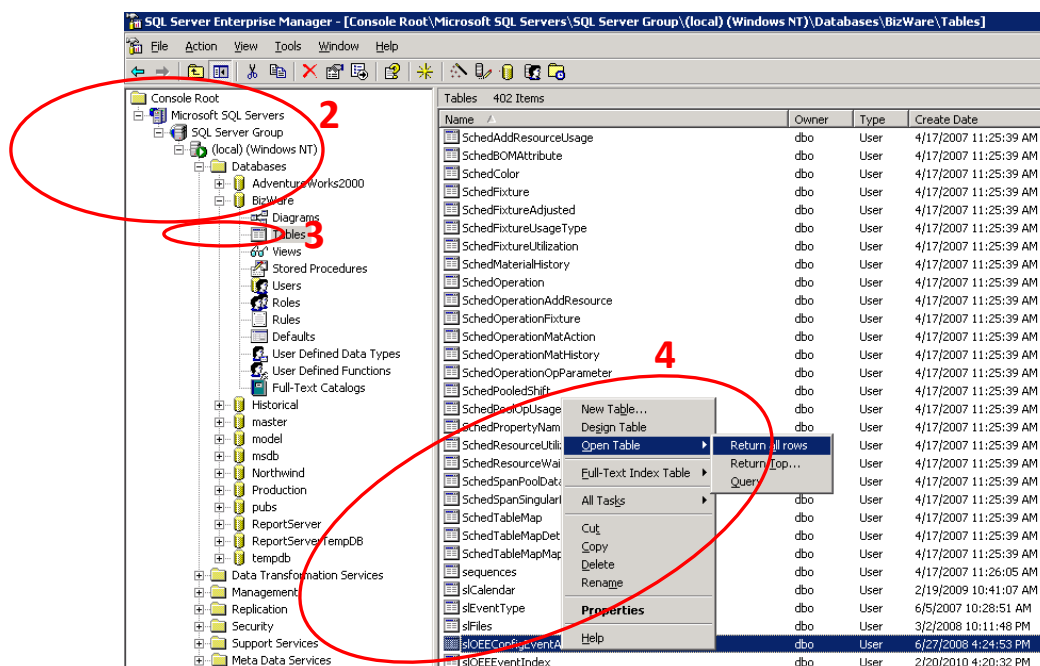

Imagen 72
2. - Una vez dentro (Imagen 72), desplegar siguientes pestañas: **Microsoft SQL Servers**→**SQL Server Group**→**(local)(Windows NT)**→**Databases**→**Bizware**.